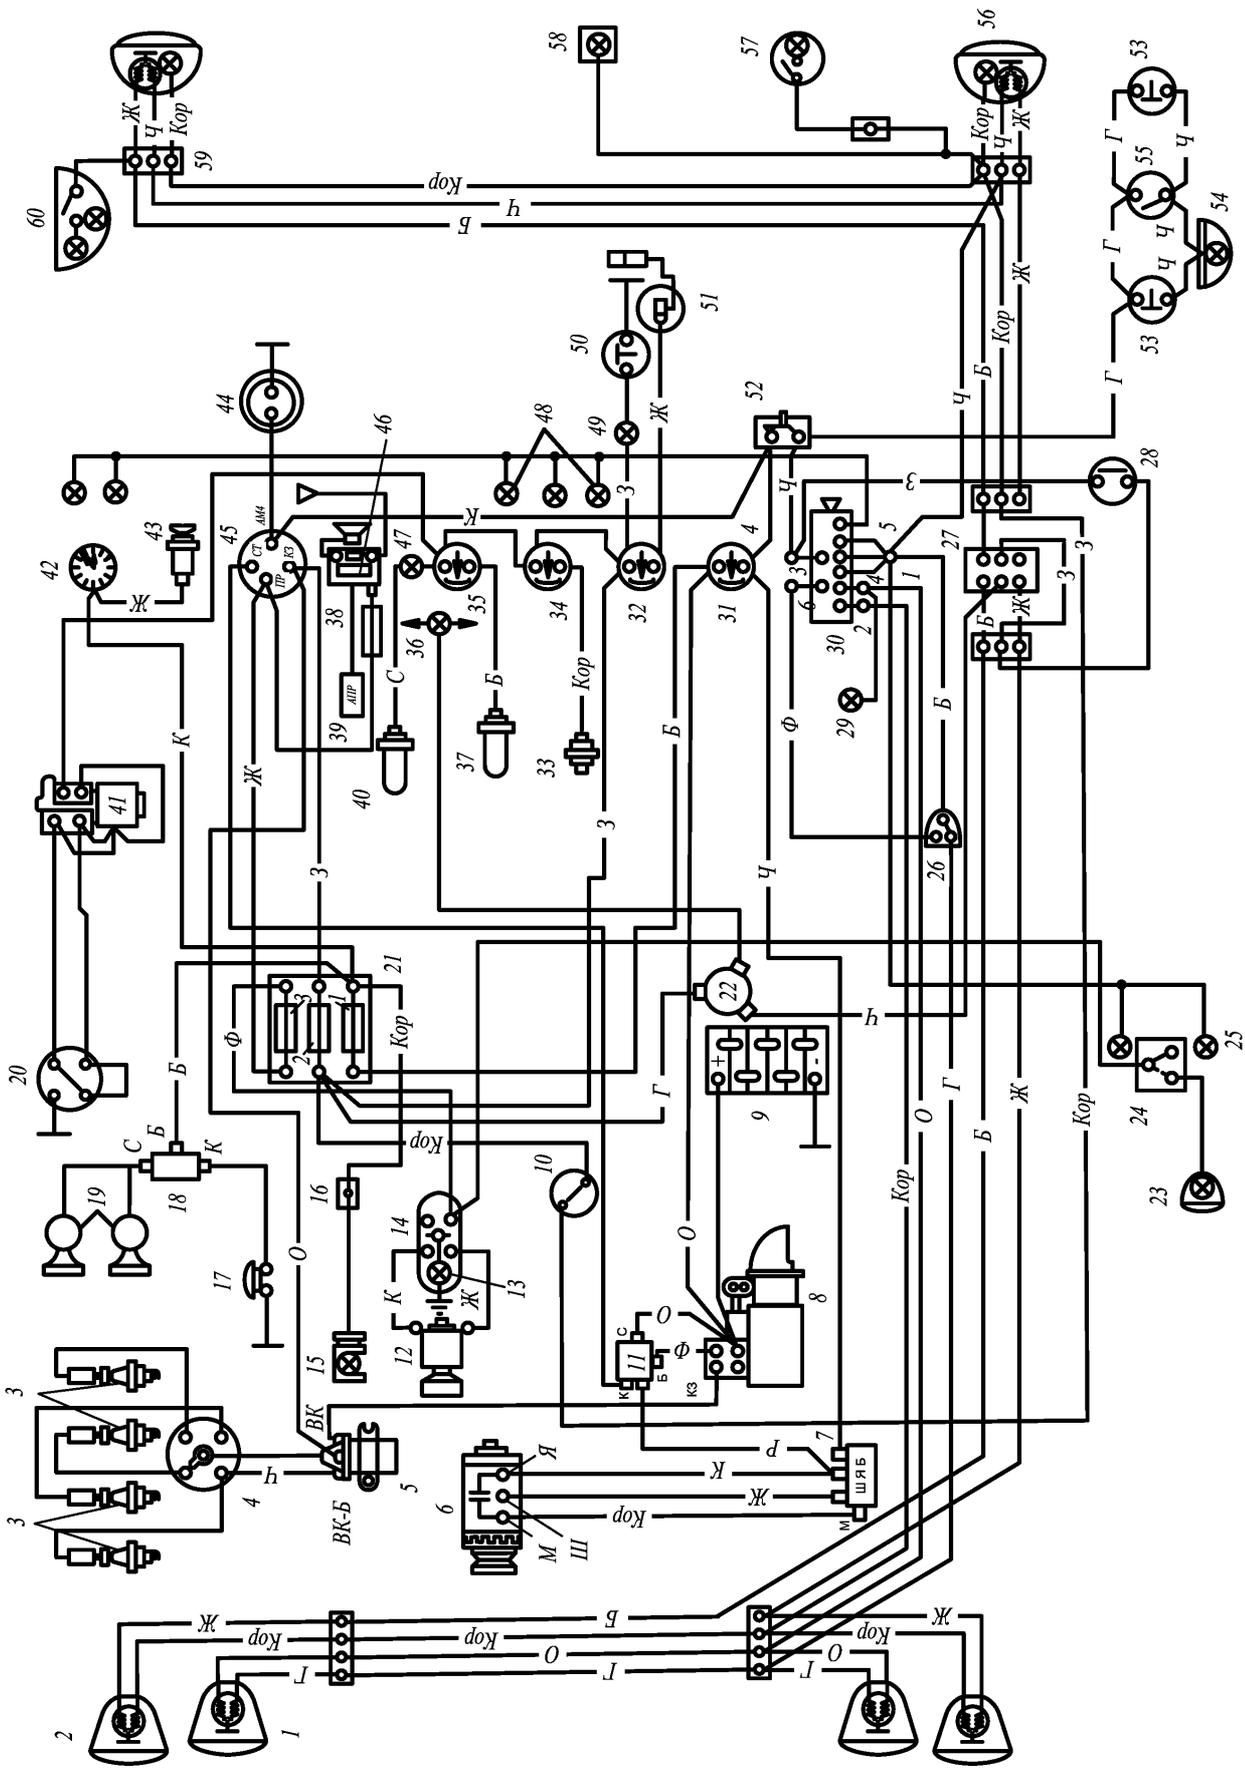

Рис. 222. Схема электрооборудования автомобилей ГАЗ-21Р, ГАЗ-21Г, ГАЗ-22В и ГАЗ-22В:
**Электропроводка.** На автомобиле применяется однопроводная система включения приборов электрооборудования (рис. 222 и 223), при которой второй провод заменяют металлические части самого автомобиля (масса автомобиля). При нарушении изоляции провода могут непосредственно касаться массы автомобиля, вызывая короткие замыкания, приводящие при несоответствии плавких предохранителей или неисправности термобиметаллического предохранителя к обгоранию изоляции и даже к пожару.
1 — фара; 2 — подфарник и указатель поворота; 3 — свечи зажигания; 4 — прерыватель-распределитель; 5 — катушка зажигания; 6 — генератор; 7 — реле-регулятор; 8 — стартер; 9 — аккумуляторная батарея; 10 — выключатель света заднего хода; 11 — дополнительное реле стартера; 12 — электродвигатель вентилятора отопителя; 13 — контрольная лампа включения электродвигателя отопителя; 14 — переключатель; 15 — подкапотная лампа; 16 — соединительная муфта; 17 — выключатель сигнала; 18 — реле сигнала; 19 — сигналы; 20 — переключатель стеклоочистителя; 21 — блок плавких предохранителей; 22 — прерыватель указателей поворотов; 23 — опознавательный знак; 24 — ножной переключатель света; 25 — поворотная фара; 26 — выключатель поворотной фары; 27 — переключатель указателей поворотов; 28 — выключатель света стоп-сигнала; 29 — контрольная лампа дальнего света; 30 — центральный переключатель света; 31 — амперметр; 32 — указатель уровня топлива; 33 — датчик указателя давления масла; 34 — указатель давления масла; 35 — указатель температуры воды охлаждения двигателя; 36 — контрольная лампа указателей поворотов; 37 — датчик указателя температуры двигателя; 38 — датчик указателя температуры воды в радиаторе; 39 — электродвигатель стеклоочистителя; 40 — часы; 41 — прикуриватель; 42 — штепсельная розетка; 43 — выключатель зажигания и стартера; 44 — контрольная лампа температуры воды в радиаторе; 45 — лампы освещения приборов; 46 — контрольная лампа ручного тормоза; 47 — выключатель контрольной лампы; 48 — датчик указателя уровня топлива; 49 — предохранитель цепи освещения; 50 — дверной выключатель плафона водителя; 51 — плафон водителя; 52 — ручной выключатель плафона водителя; 53 — плафоны саунитарного отделения; 54 — плафон задней двери; 55 — задний фонарь; 56 — фонарь освещения номерного знака; 57 — соединительная панель; условное обозначение цвета проводов то же, что и на рис. 222.